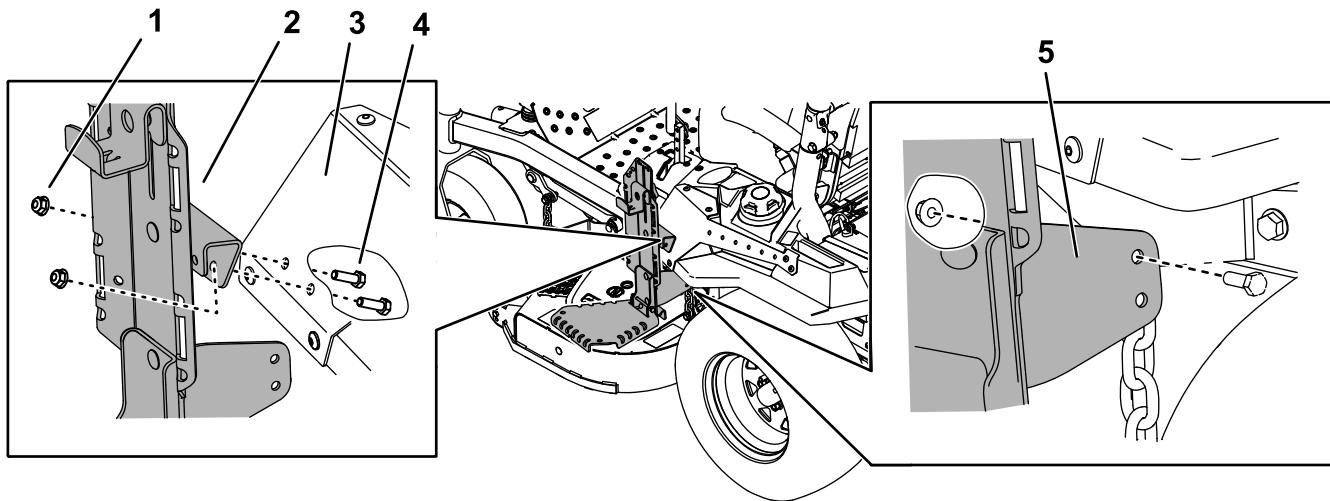
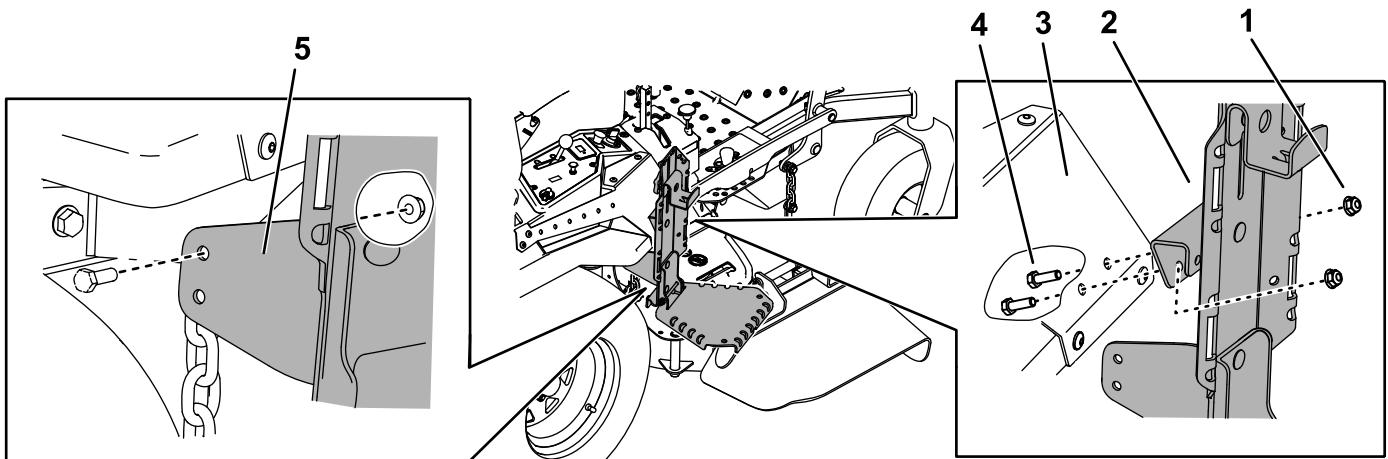

Bild 5
Bild 6
1. Befestigen Sie die Befestigung mit zwei Schrauben (5/16" x 1") und zwei Muttern (5/16") an der Bedienfeldabdeckung, wie in Bild 5 oder Bild 6 dargestellt.
3. Befestigen Sie die untere Stützhalterung mit einer Schraube (5/16" x 1") und einer Mutter (5/16") an der Rückseite der Halterung unter der Bedienfeldabdeckung, wie in Bild 5 oder Bild 6 abgebildet.
2. Befestigen Sie die Befestigung mit zwei Schrauben (5/16" x 1") und zwei Muttern (5/16") an der Bedienfeldabdeckung, wie in Bild 5 oder Bild 6 dargestellt.